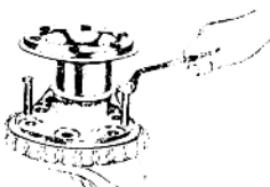

图 1-4 各段曲柄的分解
5. 用顶压螺钉拆卸，如曲拐的分解，飞轮的拆卸，如图 1-4 所示。